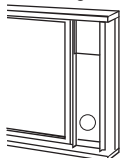

Fig. 14
3. Coupez le joint d'étanchéité en mousse (adhésif) à la bonne longueur et collez-le sur le dessus du panneau coulissant. Fig. 14.